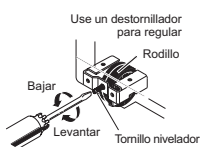

Figura 2.
- Si el refrigerador tiene rodillos con tornillos niveladores, vea la figura 2.
1. Remueva los tapones de giro de la parte superior de la puerta del congelador. Mueva hacia la dirección opuesta (ver figura 2).